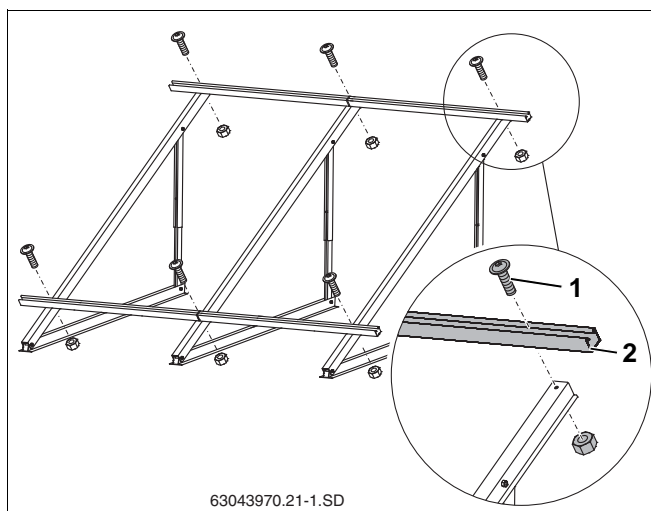

Fig. 34 Montering af profilskiner (her: til 2 lodrette solfangere)
- ▶ Stram de formonterede profilskiner (fig. 34, **pos. 2**) let med skrueerne M8x20 (fig. 34, **pos. 1**), så profilskinerne stadig kan justeres.